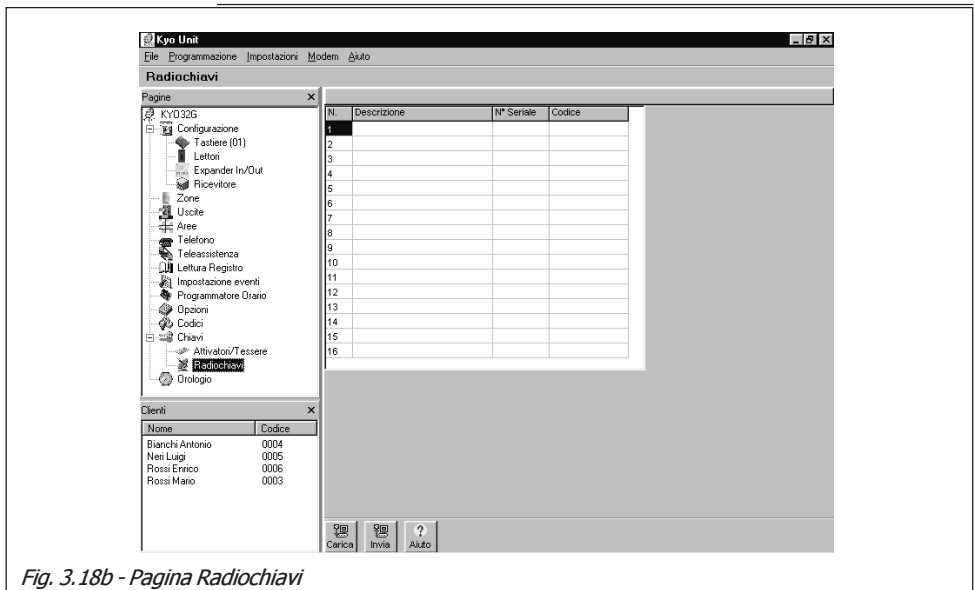

Fig. 3.18b - Pagina Radiochiavi
Se è stato collegato il VRX32-433, la Centrale può gestire fino a 16 Radiochiavi. La Fig. 3.18b illustra la Pagina di programmazione delle Radiochiavi.
*Nelle Centrali **KYO16D** la videata delle Radiochiavi è differente da quella visualizzata in Fig. 3.18b. In tali centrali, infatti, oltre che impostare il Numero Seriale della Radiochiave, è possibile programmarne anche i tipi di Inserimento (come descritto nella “Pagina Codici”) e le opzioni “Reset Coda Telefonica” e “And” (descritte nella “Pagina Attivatori”).*